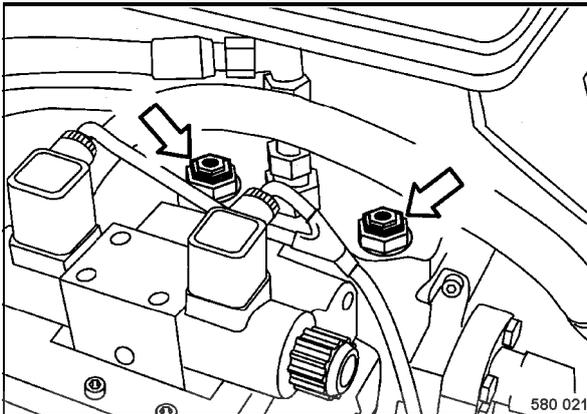

fig. 75
- Desserrer le six pans central des deux clapets (fig. 75) d'env. 2 à 3 tours.